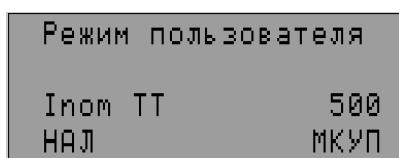

Рисунок 5.7 – Экран изменения параметра в режиме Уровень пользователя
- нажать кнопку **УСТАНОВКА** (рис. 5.7).
Если в четвертой строке индикатора есть надпись "НАЛ" (рис. 5.7), то изменение значения параметра в режиме **Уровень пользователя** запрещено и в этом случае его можно изменить только в режиме **Уровень наладчика**.